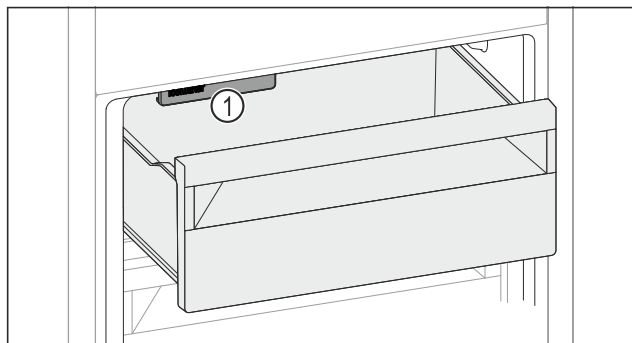

Fig. 142
- ▶ Tenere in considerazione l'IceMaker Fig. 142 (1).